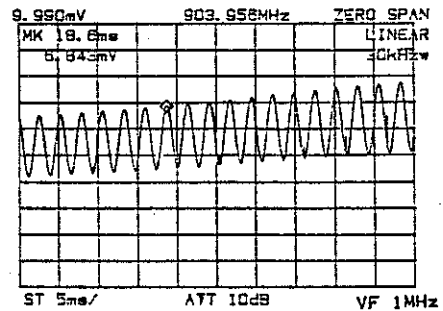

図 5-6 隣のピークの時間表示との差を読む
- ⑬ つぎのピークにマーカを移動させ、そのマーカの時間表示と⑫での時間表示との差 T(s)を求めます。この例では、18.6-16.0 = 2.6 (ms)と求められます (図 5-6)。